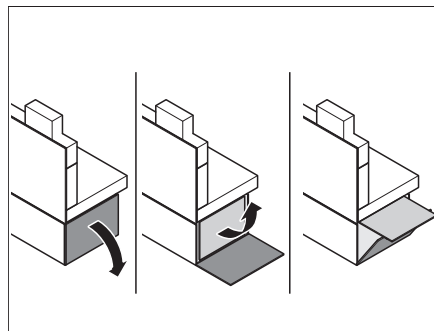

Fig. 128 Aprire la prolunga del divanetto
- Aprire la prolunga del divanetto (Fig. 128).
- Aprire le prolunghes del divanetto (Fig. 128).